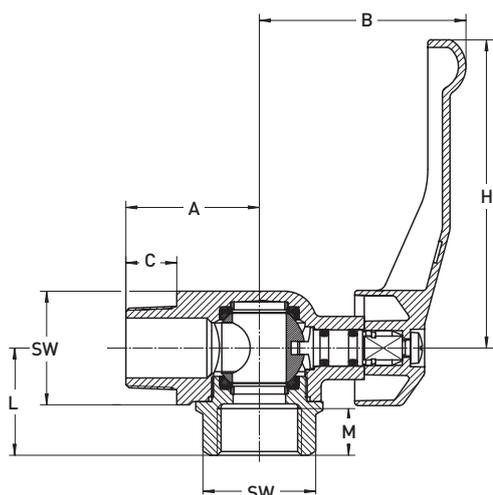
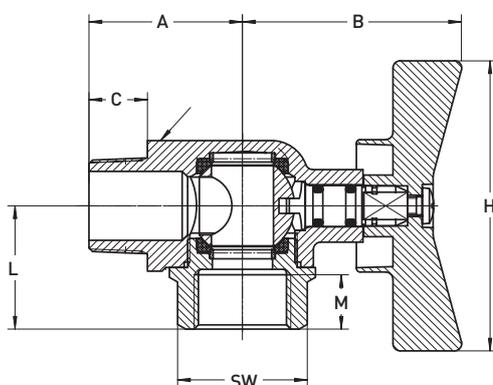

fig. 1
fig. 2
1) fig. 1    2) fig. 2    3) EN 10226-1